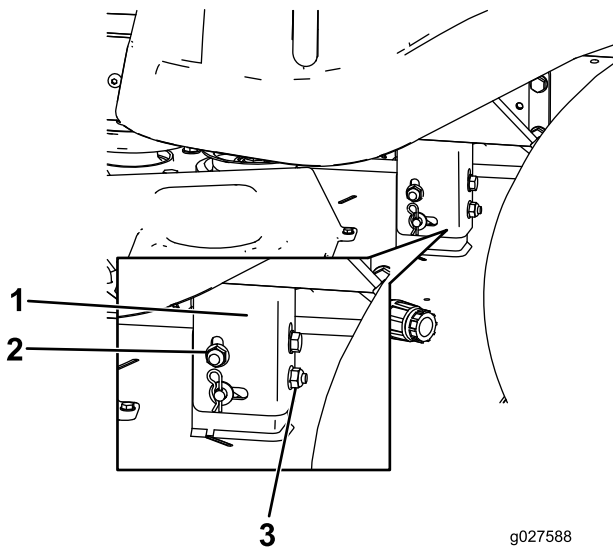

Figure 53
8. Élevez ou abaissez le côté gauche du tablier de coupe en tournant l'écrou de blocage arrière (Figure 53).
Remarque: Tournez l'écrou de blocage arrière dans le sens horaire pour élever le tablier de coupe ou dans le sens antihoraire pour abaisser le tablier (Figure 53).